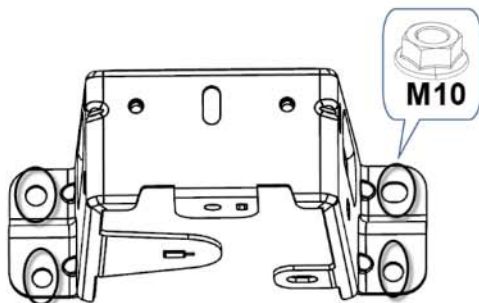

图 1-47 副仪表板后部安装支架拆卸示意图
(2) 用十字螺丝刀松开图 1-47 所示的 2 个螺钉(Q2734216F31), 后沿图示箭头方向把副仪表板取出。
如图 1-47 所示, 用 10# 套筒或丁字杆将固定支架的 4 个 M10 螺母起开, 将 4 个紧固件都拆下后向上取出后部安装支架。